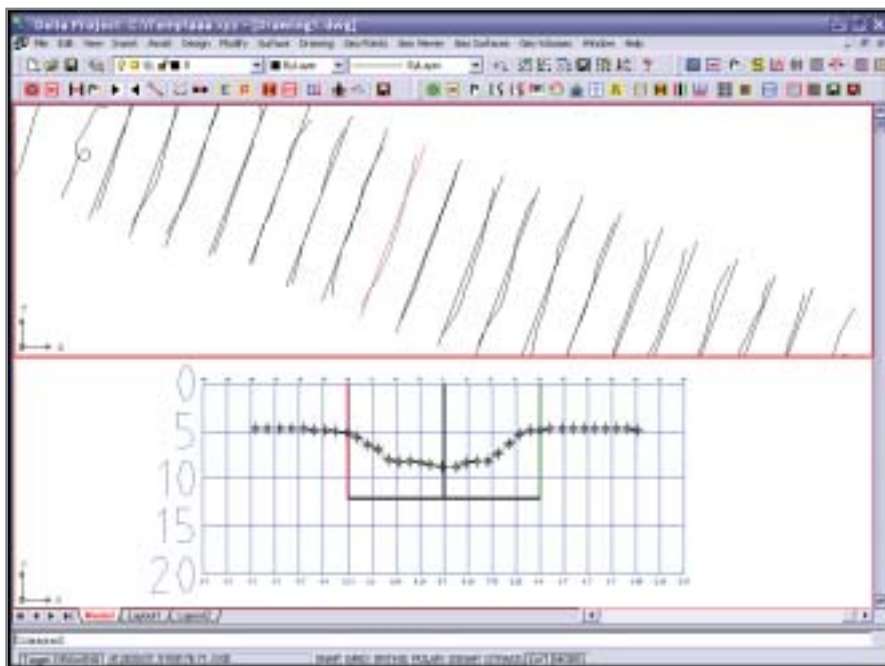

Рис. 3. Модуль для формирования и просмотра эхограмм
- **DeltaViewer** — модуль для формирования и просмотра эхограмм (рис. 3).